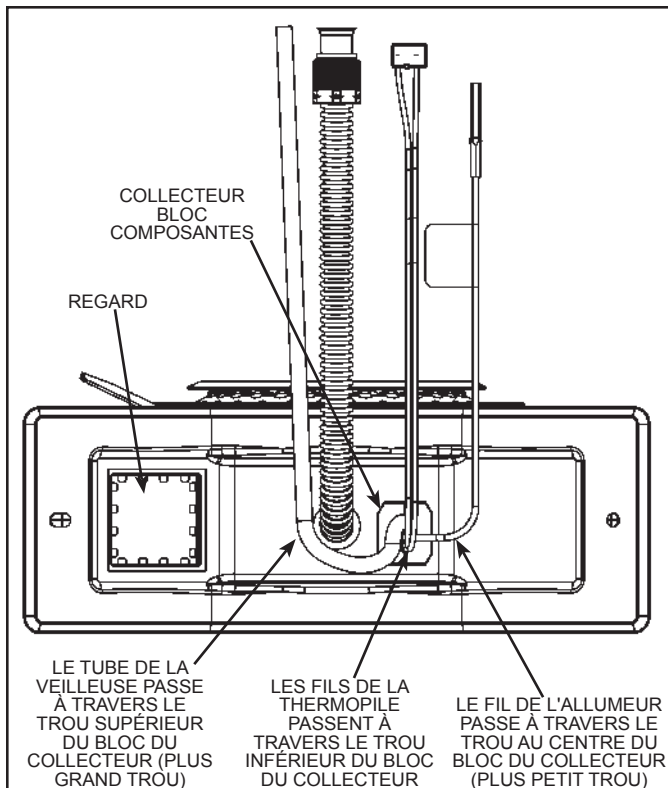

Figure 37
Au moins une fois par année, il faut procéder à une inspection visuelle du brûleur principal et de la veilleuse afin de s'assurer de leur bon fonctionnement. Il faut d'abord retirer la porte d'accès externe et analyser le fonctionnement du brûleur à travers le regard d'inspection de la porte d'accès interne (voir Figure 37). Le brûleur doit complètement brûler le gaz carburant, s'allumer rapidement, fonctionner silencieusement et les flammes ne doivent pas se soulever de façon excessive au-dessus des
9. Réinstallez le bloc passe-fils dans la porte du collecteur. Assurez-vous que le tube de la veilleuse et les fils sont positionnés comme illustré à Figure 37.